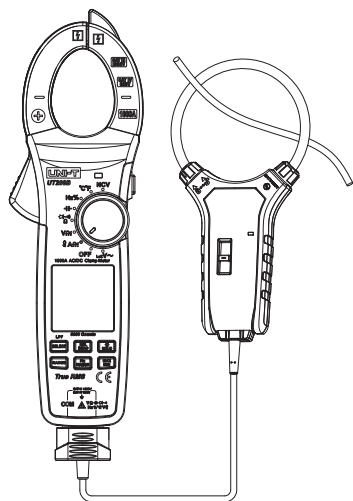

Рис. 6
3. измерение выносным токовым щупом (Рис. 6)